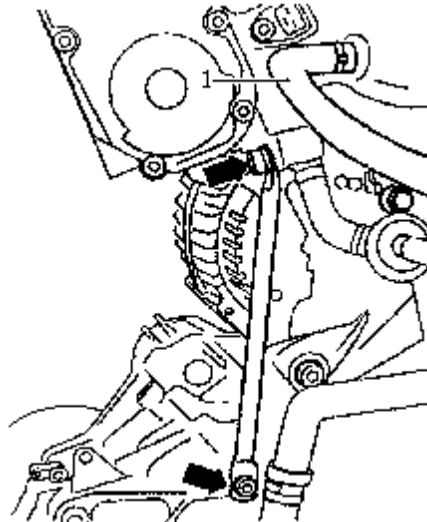

图 4-73 拆卸曲轴箱通风软管和进气歧管支架
(7) 如图 4-73 所示, 拆开进气歧管处的曲轴箱通风软管 1, 拆卸进气歧管支架 (图 4-73 箭头), 拉出机油标尺, 拧开法兰处进气歧管紧固螺栓, 拆下进气歧管。特别提醒: 拆卸后要用干净布堵住气缸盖上的进气口。